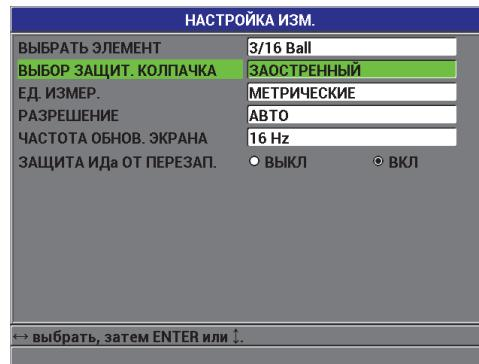

Рис. 4-5 Экран НАСТРОЙКА ИЗМЕРЕНИЯ
3. В окне НАСТРОЙКА ИЗМ. (см. Рис. 4-5 на стр. 86) выполните следующее: